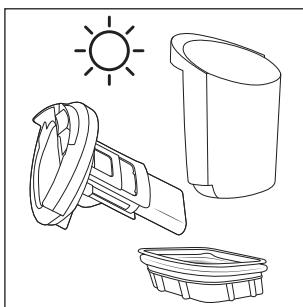

Fig. 27
- ♦ Laissez entièrement sécher le filtre à impuretés **10**, le réservoir d'eau sale **2** et le couvercle du réservoir d'eau sale **9** (voir fig. 27).